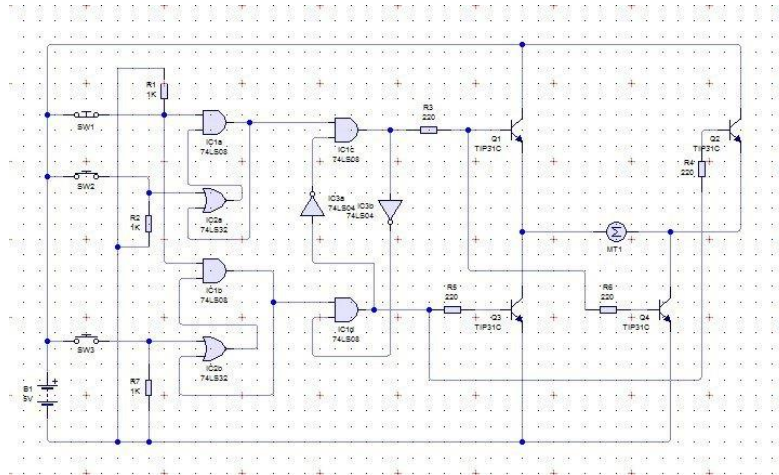

Figura 02. Circuito controlador de motor con compuertas lógicas.
**5.2 Control de motor con compuertas lógicas.-** Simular el circuito de la figura 02 en Proteus, armar el circuito en protoboard, y verificar el funcionamiento del motor con las compuertas lógicas. Analizar y explicar el funcionamiento.